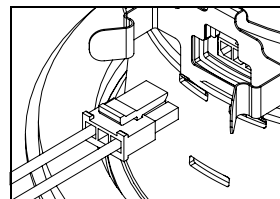

Figure 5
**Étape 5.** Connectez le connecteur à 3 positions au luminaire par rapport à l'orientation illustrée (Fig. 5) et fixez le cache par-dessus le connecteur.